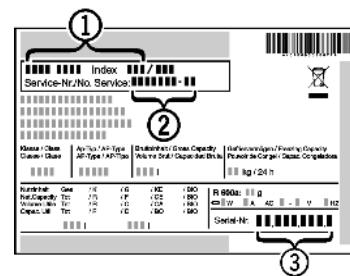

Fig. 10
- Назва пристрою Fig. 10 (1), сервісний номер Fig. 10 (2) та серійний номер Fig. 10 (3) вказані на табличці типів. Табличка типів знаходитьться всередині пристрою, зліва.
- Повідомте сервісну службу про характер неполадки, назву пристрою Fig. 10 (1), сервісний номер Fig. 10 (2) та серійний номер Fig. 10 (3).